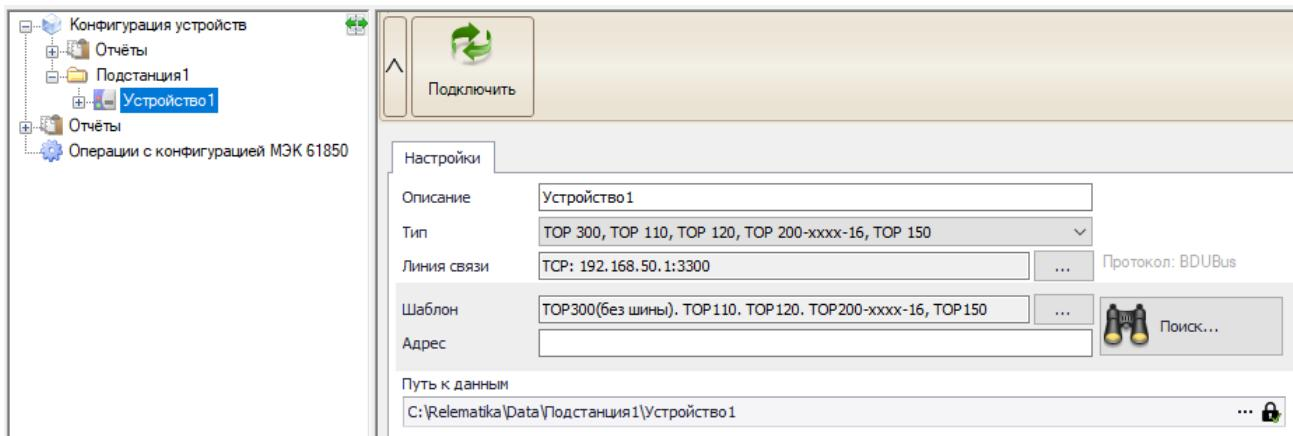

Рисунок 4.9 – Элемент Устройство
Настройка подключения к устройству выполняется в элементе **Устройство** в дереве конфигурации (рисунок 4.9). Элемент **Устройство** содержит следующие поля для редактирования:
- Вкладка «**Настройки**» - отображает настройки подключения к устройству (рисунок 4.9). В режиме подключения (онлайн режим) настройки недоступны для редактирования;